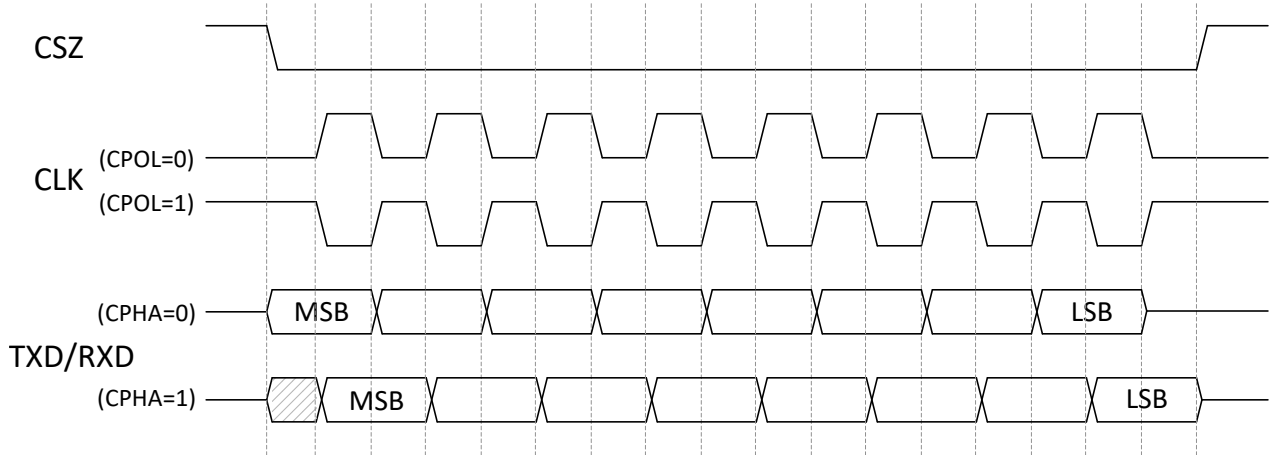

图 5-17. SPI 时钟模式的时序图
- (1) 如表 5-2 和图 5-17 所示, DLPC7530 SPI 接口支持 SPI 模式 0、1、2 和 3 (即, 两种时钟极性和两种时钟相位)。因此, 每个 SPI 接口配置都必须设置为与使用的 SPI 模式相匹配。
- (2) 在大多数 SPI 应用中, 控制器和外围器件都使用一个时钟沿来传输数据, 并使用另一个沿来采样接收的数据。这称为**标准 SPI 协议**。为了更最大限度地发挥 SPI_CLK 频率的潜力, 也可以将 SPI 控制器设计为在用于传输下一个数据输出 (MOSI) 位的同一时钟边沿上对数据输